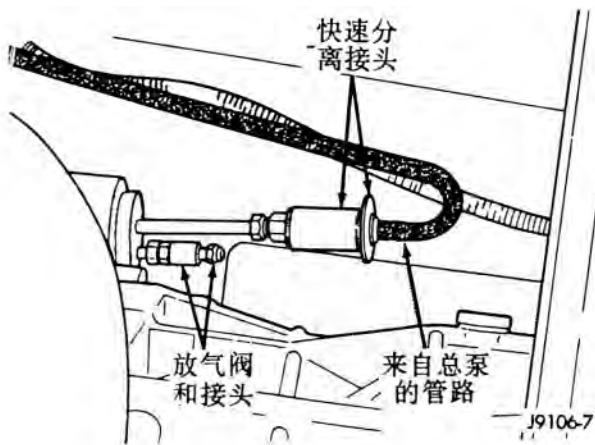

图 3 液压管路快速分离接头的位置
(1) 举升车辆。
(2) 在快速分离接头处拆开总泵油管(图 3)。向内推圆形板，然后脱开分离接头。
(1) 将总泵安装在前围板上，在上部螺栓上安装螺母。
(2) 安装总泵下边的螺栓和螺母。
(3) 以 26 牛顿米 (19 磅英尺) 的扭矩紧固两个总泵螺母。
(4) 在快速分离接头处接通总泵油路 (图 3), 注意使接头咬合牢固。
(5) 在踏板支架或轴臂上安装推杆、垫圈及开口销。
(6) 在总泵储油罐中注入北京吉普汽车公司或其修理站指定的制动液或相当的符合 SAE / DOT 标准的 J1703 和 DOT3 的制动液。
(7) 安好储油罐盖, 给液压系统放气。参考本部分中有关步骤。
(1) 参考第 21 部分中的步骤, 拆下分动箱和变速箱。
(2) 在“快速分离接头”处断开总泵油路 (图 3), 把接头挡板朝筒状的容器推, 拆开接头的两部分。